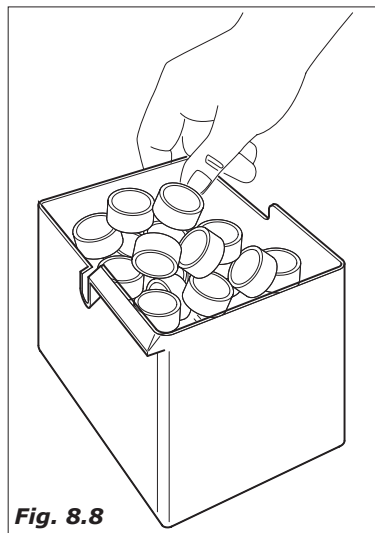

Fig.8.8
- sacar el cubo de los posos de café,(versiones de café en grano) (Fig.8.8)